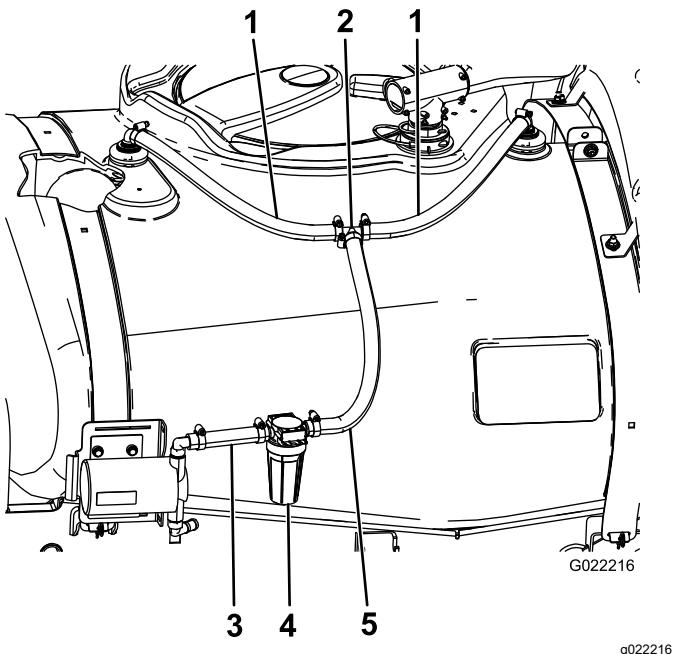

Рисунок 10
1. Присоедините шланги длиной 48 см к ранее установленным штуцерам шлангов промывочных сопел, используя 2 шланговых хомута (Рисунок 10).
- Подсоедините открытые концы шлангов к тройнику с помощью 2 шланговых хомутов (Рисунок 10).
- Подсоедините длинный конец шланга промывочного фильтра к тройнику с помощью шлангового хомута (Рисунок 10).
- Подсоедините другой конец шланга промывочного фильтра к верхнему штуцеру на промывочном насосе с помощью шлангового хомута (Рисунок 10).